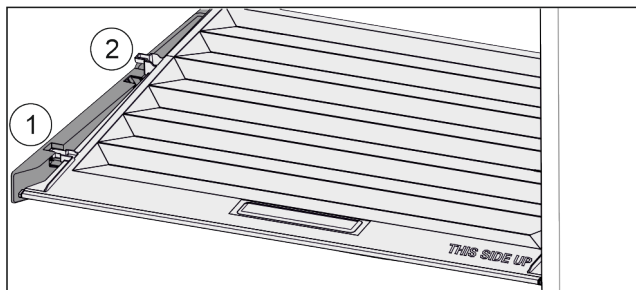

Fig. 48
- ▶ Tirare in avanti il coperchio fino all'apertura nei fermi Fig. 48 (1).
- ▶ Sollevare posteriormente dal basso e togliere verso l'alto Fig. 48 (2).